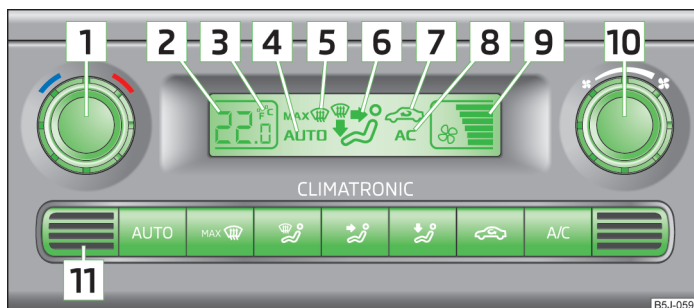

Fig. 80 Climatronic: Elementele de comandă
Nu lipiți nimic peste senzorul pentru temperatura din interior  » fig. 80 și nu-l acoperiți, în caz contrar se poate influența în mod nefavorabil sistemul Climatronic.
- Apăsați tasta **AUTO** » fig. 80 la pagina 84, pe afișaj apare **AUTO**.
- Rotiți regulatorul rotativ  » fig. 80 la pagina 84 spre stânga, respectiv spre dreapta pentru a mări, respectiv reduce temperatura.
Pe afișaj se afișează informația în unitatea dorită de măsură a temperaturii (Por.  » fig. 80 la pagina 84).
- Apăsați tasta simbol  » fig. 80 la pagina 84.
- Apăsați din nou tasta simbol  » fig. 80 la pagina 84.
► Rotiți regulatorul rotativ  » fig. 80 la pagina 84 spre stânga, respectiv spre dreapta pentru a reduce, respectiv mări turația ventilatorului.
Turația setată a ventilatorului se prezintă pe afișaj prin afișarea numărului de segmente respectiv, în simbolul  » fig. 80 la pagina 84.
► Apăsați tasta simbol  » fig. 80 la pagina 84.
► Apăsați din nou tasta simbol  » fig. 80 la pagina 84, sau apăsați tasta simbol **AUTO**.